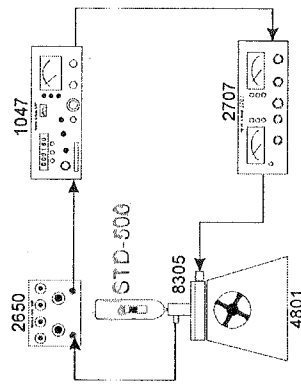

Рис. 1
3.4.1. Собрать схему, как показано на рис. 1.
3.5.1. Собрать схему, как показано на рис. 1.